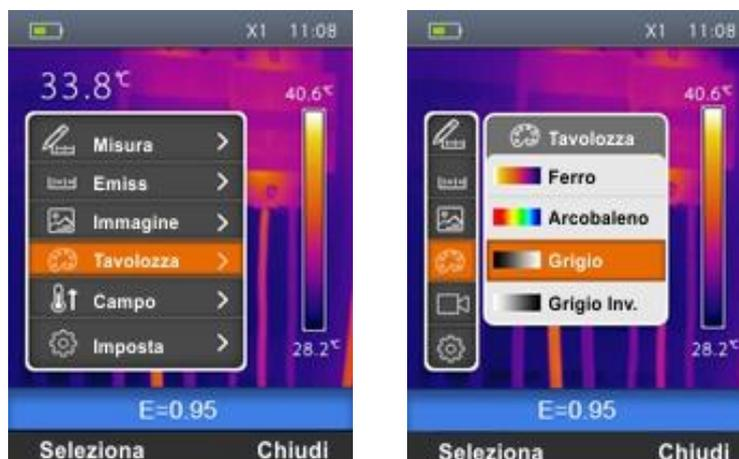

Fig. 26: Impostazione tavolozza colori
1. Selezionare la voce “Tavolozza.” con i tasti  $\oplus$  o  $\ominus$  e premere il tasto  $\equiv$ . La videata di Fig. 26 – Parte destra è mostrata a display: